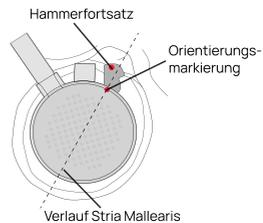

Abbildung 24: Orientierung der Hörkontaktlinse® auf dem Trommelfell
4. Die Hörkontaktlinse® ist so auf dem Trommelfell zu platzieren, dass die Umbospitze der Hörkontaktlinse® mit der tiefsten Stelle des Trommelfells übereinstimmt. Außerdem soll die Seitenmarkierung auf dem kurzen Hammerfortsatz zum Liegen kommen (siehe Abbildung 24).
8. Für die Feinplatzierung die Seitenmarkierung an der Hörkontaktlinse® (s. Abbildung 24) mit dem Hammerfortsatz in Übereinstimmung bringen. Die Feinpositionierung ist dann abgeschlossen, wenn die Patientin / der Patient den Testton wahrnehmen kann. Kann keine Position gefunden werden, bei der der Ton für den Feintest wahrgenommen wird, muss die Grobpositionierung (s. Kapitel 8.3 ab Schritt 3) noch einmal wiederholt werden. Scheitert das Einsetzen